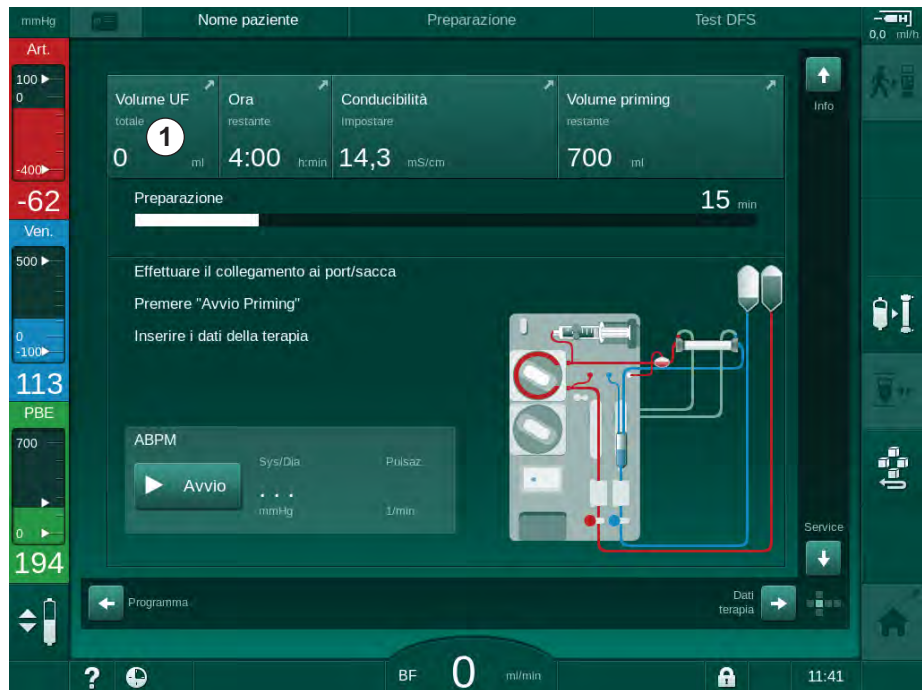

Fig. 5-11 Percorso di accesso rapido alla videata *Prescrizione*
1. Passare alla videata *Dati terapia* utilizzando le barre di scorrimento e toccare l'icona *Prescrizione* o il percorso di accesso rapido ① nella videata *Home* (Fig. 5-11).